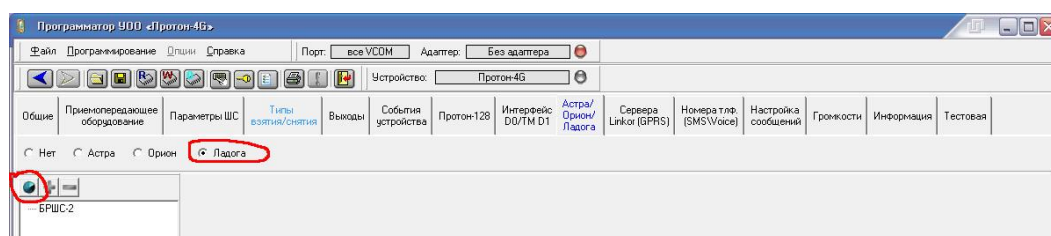

Рисунок 3.45
3) В программаторе перейти на вкладку «Астра/Орион/Ладога». Установить флажок на «Ладога». Откроется окно настройки системы «Ладога» и автоматически просканируется устройство на наличие подключенных БРШС. Каждый координатор в списке отображается как «БРШС-Х», где Х – адрес БРШС. Для повторного сканирования надо нажать кнопку обновить (рис. 3.45). Выбрать БРШС, при необходимости изменить литеру и период связи, допустимое количество пропусков.